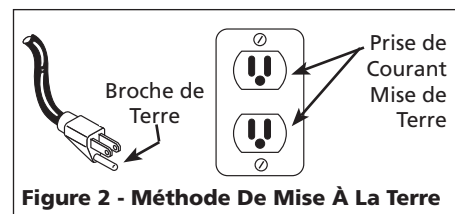

Figure 2 - Méthode De Mise À La Terre
4. Ce produit est conçu pour l'utilisation sur un circuit nominal de 120 volts et à une fiche de terre comme indiquée sur le Figure 2. Assurer que le produit est branché à une prise de courant qui a la même configuration que la fiche. Ce produit doit être mis à la terre. Dans l'événement d'un court-circuit, la mise à la terre diminue le risque de secousse électrique en fournissant un fil d'échappement pour le courant électrique. Ce produit est équipé avec un cordon qui a un fil de terre avec une fiiche de terre.